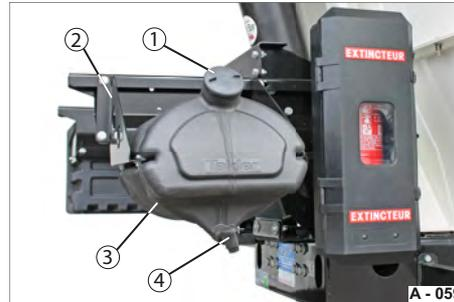

Abb. 91 Wassertank
- ▶ Schrauben Sie den Verschluss der Einfüllöffnung (Abb. 91/1) auf. Der Wassertank (Abb. 91/3) kann über die Einfüllöffnung befüllt werden.